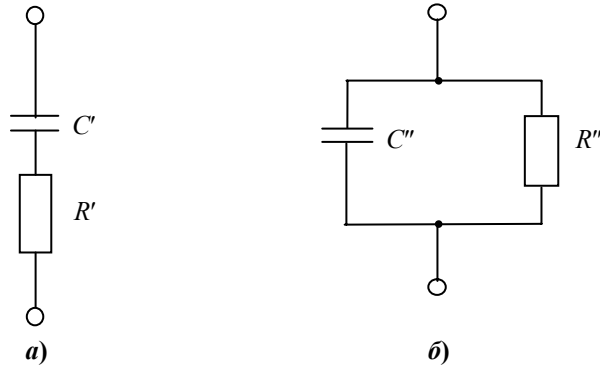

Рис. 2.28
2.2.4. Последовательная и параллельная схемы замещения цепи, входное комплексное сопротивление которой имеет резистивно-емкостной характер изображены на рис. 2.28.